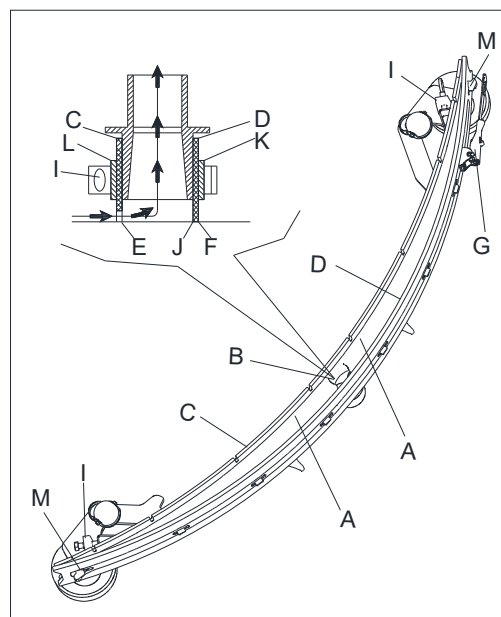
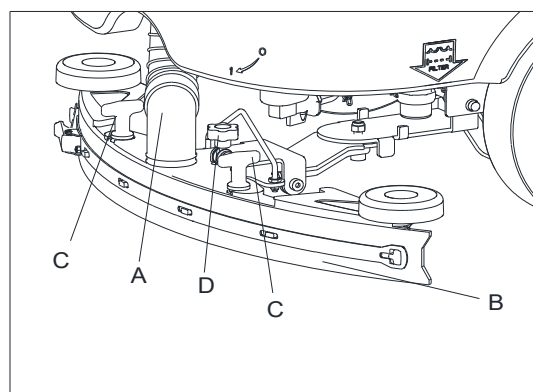

Abbildung 23
Abbildung 24
2. Vergewissern Sie sich, dass die Kanten (E, Abbildung 23) der vorderen Klinge (C) und die Kanten (F) der hinteren Klinge (D) mit ihrer Länge auf einer Ebene liegen. Falls erforderlich, passen Sie ihre Höhe nach folgendem Verfahren an:
- Entfernen Sie die Verbindungsstange (G), lösen Sie die Befestigungselemente (M) und passen Sie das hintere Blatt (D) an, dann legen Sie die Befestigungselemente (M) ein und installieren Sie die Verbindungsstange (G).
- Lösen Sie die Knöpfe (I) und passen das vordere Blatt (C) an. Ziehen Sie dann die Knöpfe fest an.
3. Überprüfen Sie das vordere Blatt (C) und das hintere Blatt (D) auf Verschleiß, Schnitte und Risse. Ersetzen sie diese nach folgender Vorgehensweise, falls erforderlich. Überprüfen Sie, ob die vordere Kante (J) des hinteren Blatts (D) nicht abgenutzt ist. Drehen Sie die Klinge um, um die abgenutzte Kante mit einer ganzheitlich abschließenden zu ersetzen, falls erforderlich. Falls die anderen Kanten ebenfalls abgenutzt sind, ersetzen Sie das Blatt nach der folgenden Vorgehensweise:
- Entfernen Sie die Verbindungsstange (G), lösen Sie die Befestigungselemente (M) und entfernen Sie die Halteleiste (K), ersetzen/kippen Sie dann das hintere Blatt (D). Montieren Sie das Blatt in umgekehrter Reihenfolge der Demontage.
- Schrauben Sie die Knöpfe (I) ab und entfernen die Halteleiste (L), ersetzen Sie dann die vordere Klinge (C). Montieren Sie das Blatt in umgekehrter Reihenfolge der Demontage. Nach dem Blattwechsel (oder Umkippen), passen Sie die Höhe an, wie im vorherigen Schritt gezeigt.
4. Verbinden Sie den Vakuumschlauch (A, Abbildung 24) mit dem Gummiabzieher.
5. Installieren Sie den Gummiabzieher (B, Abbildung 24) und verschrauben Sie die Knöpfe (C, Abbildung 24).
6. Falls erforderlich, passen Sie den Balance-Einstellknopf des Gummiabziehers (D, Abbildung 24) an.